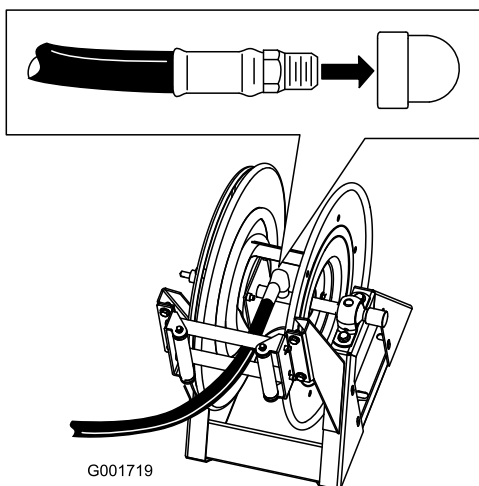

図 38
1. 長いホースのフィッティングのねじ山部分にテフロンTeflon®テープを巻き、フィッティングをリールの接続チューブに取り付ける 図 38。